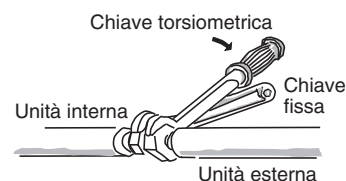

Fig. 5-6
- (2) Per serrare i dadi svasati, applicare la coppia di serraggio specificata.
- Nel rimuovere i dadi svasati dai raccordi dei tubi oppure quando li si serra dopo aver collegato i tubi, assicurarsi di usare una chiave fissa e una chiave torsiometrica. (Fig. 5-6)